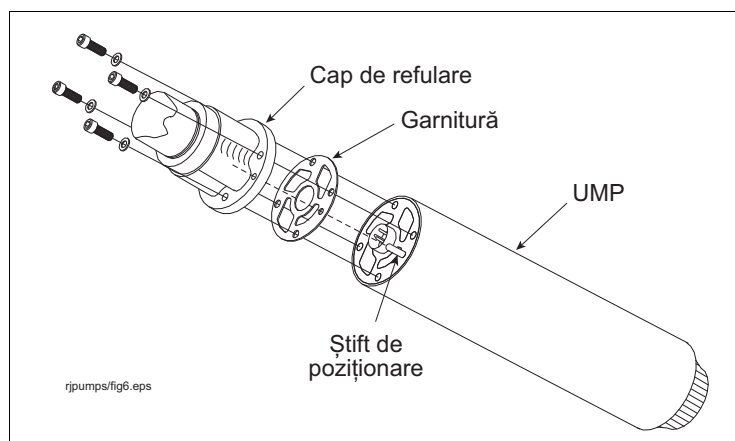

Figura 7. Alinierea garniturii UMP
- Puneți noua garnitură pe noua UMP astfel încât toate găurile să fie aliniate (vezi Figura 7).
- Prindeți bolțurile de fixare ale UMP și șabiele de blocare (vezi Figura 7). Fixați și apoi strângeți bolțurile în diagonală. Strângeți la un cuplu de 7 ft-lbs (11 N•m).